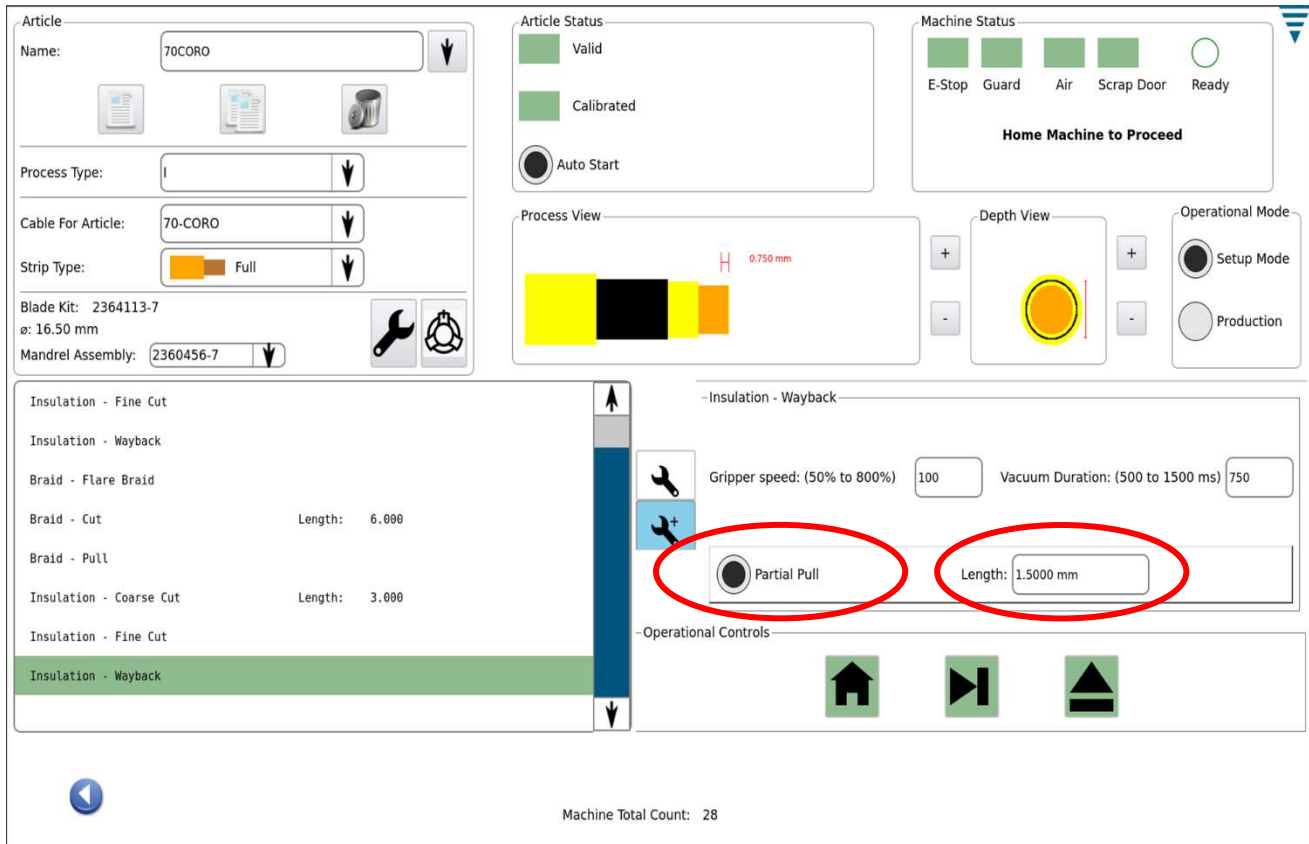

Abbildung 38
5. Unter den erweiterten Einstellungen kann der Benutzer im letzten Abisolierschritt ein teilweises Abziehen statt eines vollständigen Abziehens auswählen. Das heißt, die Maschine zieht die Innenisolation nicht vollständig vom Leiter ab. Der Abstand zwischen der Innenisolation und dem Abfall-Schnittstück entspricht genau der Länge in dieser Einstellung (siehe Abbildung 38).